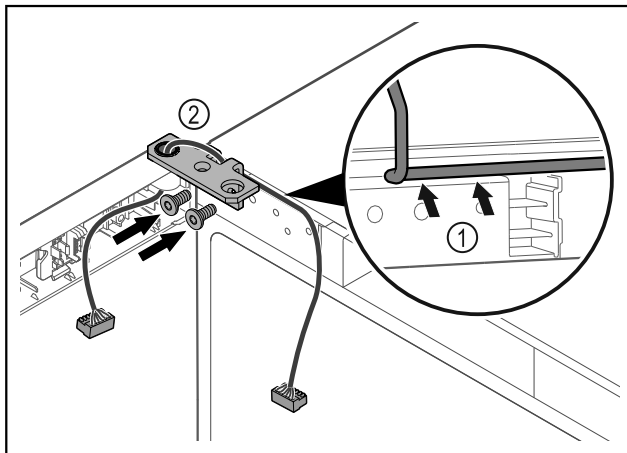

Fig. 45
- ▶ Läg kabeln genom gångjärnsfästets urtag och dra den försiktigt Fig. 45 (1).
- ▶ Skruva fast gångjärnsfästet Fig. 45 (2).